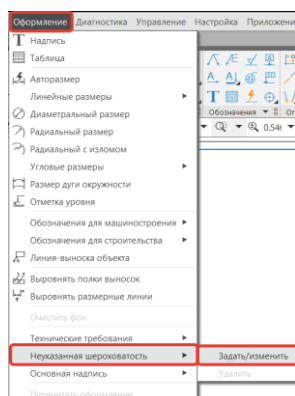

Рисунок 280 - Вызов команды неуказанная шероховатость
- Вызвать команду: Задать/изменить неуказанную шероховатость (Рисунок 280);